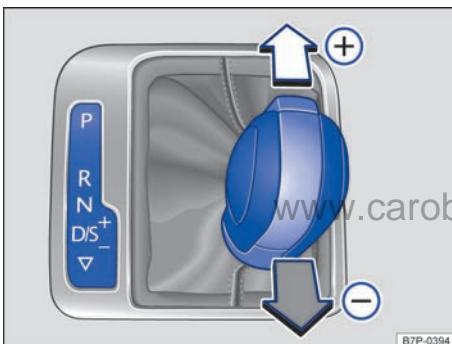

图 157 选挡杆处于 Tiptronic 手动电控换挡程序位置
- 向前 + 或向后 - 短促按压选挡杆，即可换高挡或降挡 ⇒ 图 157。